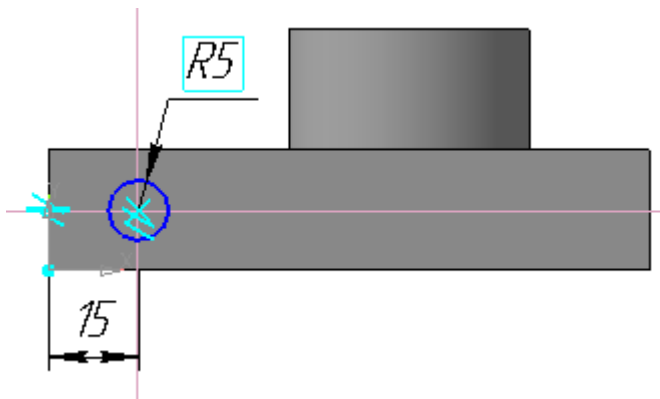

Рис. 16
- с помощью параллельных прямых, горизонтальной прямой и глобальной привязки **Середина** найдите центр отверстий $\varnothing = 10$ мм и постройте окружность радиусом 5 мм (рис. 16);